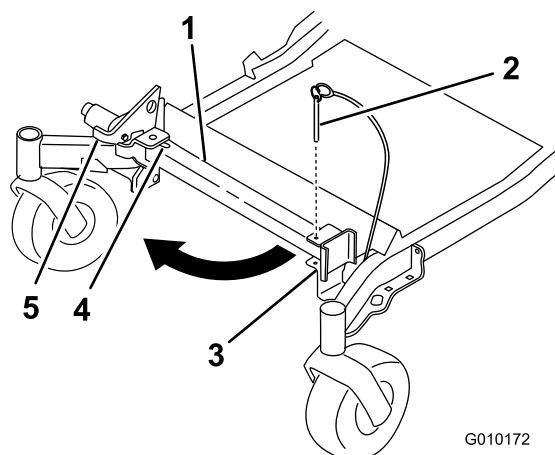
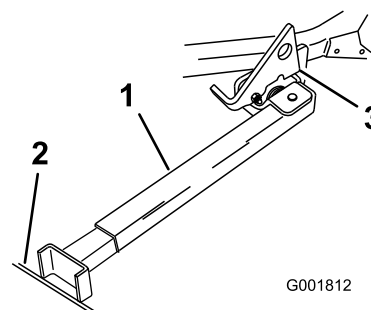

Figure 38
Figure 39
3. Soulevez le verrou. Dépliez le pied du support et poussez le support vers la machine dans la base de la fente (Figure 38 et Figure 39).
4. Posez le pied du support sur le sol et appuyez le verrou sur la languette de pivot (Figure 39).
Remarque: Pour obtenir de meilleurs résultats, placez le pied du support dans des fissures du trottoir ou du gazon (Figure 39).
6. Montez la machine sur le support. Arrêtez-vous quand le verrou retombe sur la languette en position verrouillée (Figure 39). Une fois la machine en place sur le support, serrez le frein de stationnement et coupez le moteur.
2. Retirez la goupille du support (Figure 38).
5. Ramenez le support à sa position de repos (Figure 38).